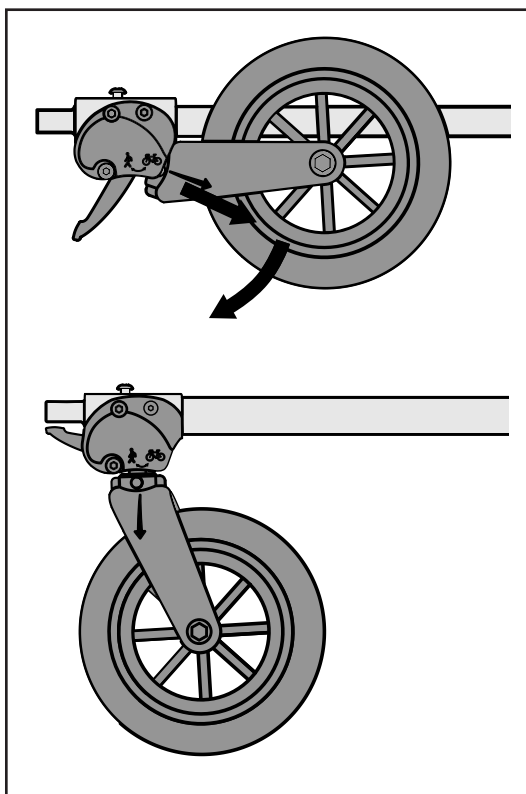

Figure 13
1. Tirez sur la fourche, comme sur la (Figure 13), et faites pivoter complètement la roue vers le bas. La fourche se soulève et se verrouille automatiquement.